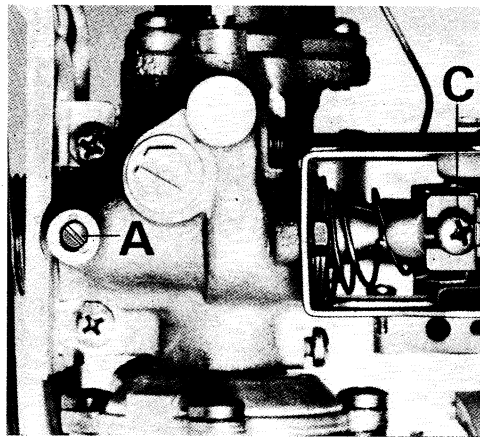

Fig. 5
1.5 Svitare la vite A (fig. 5) e collegare il manometro a U.
1.10 Chiudere il rubinetto del gas. Togliere il manometro a U e serrare la vite A (fig. 5).